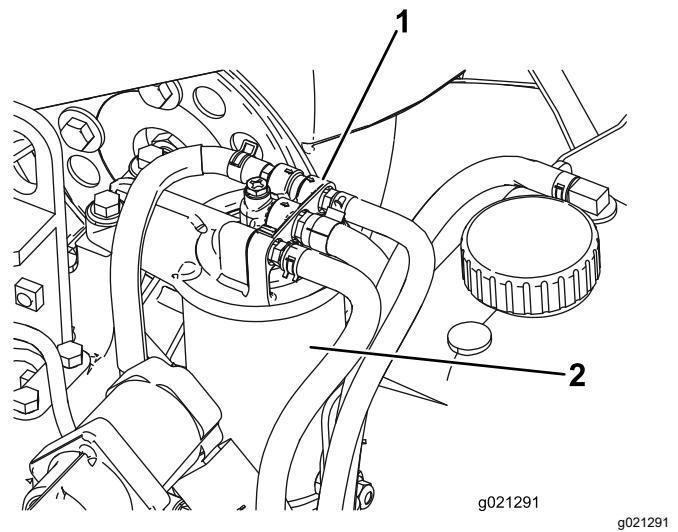

Рисунок 95
- 2. Снимите фильтр и очистите монтажную поверхность головки фильтра (Рисунок 95).
1. Очистите поверхность вокруг головки топливного фильтра (Рисунок 95).